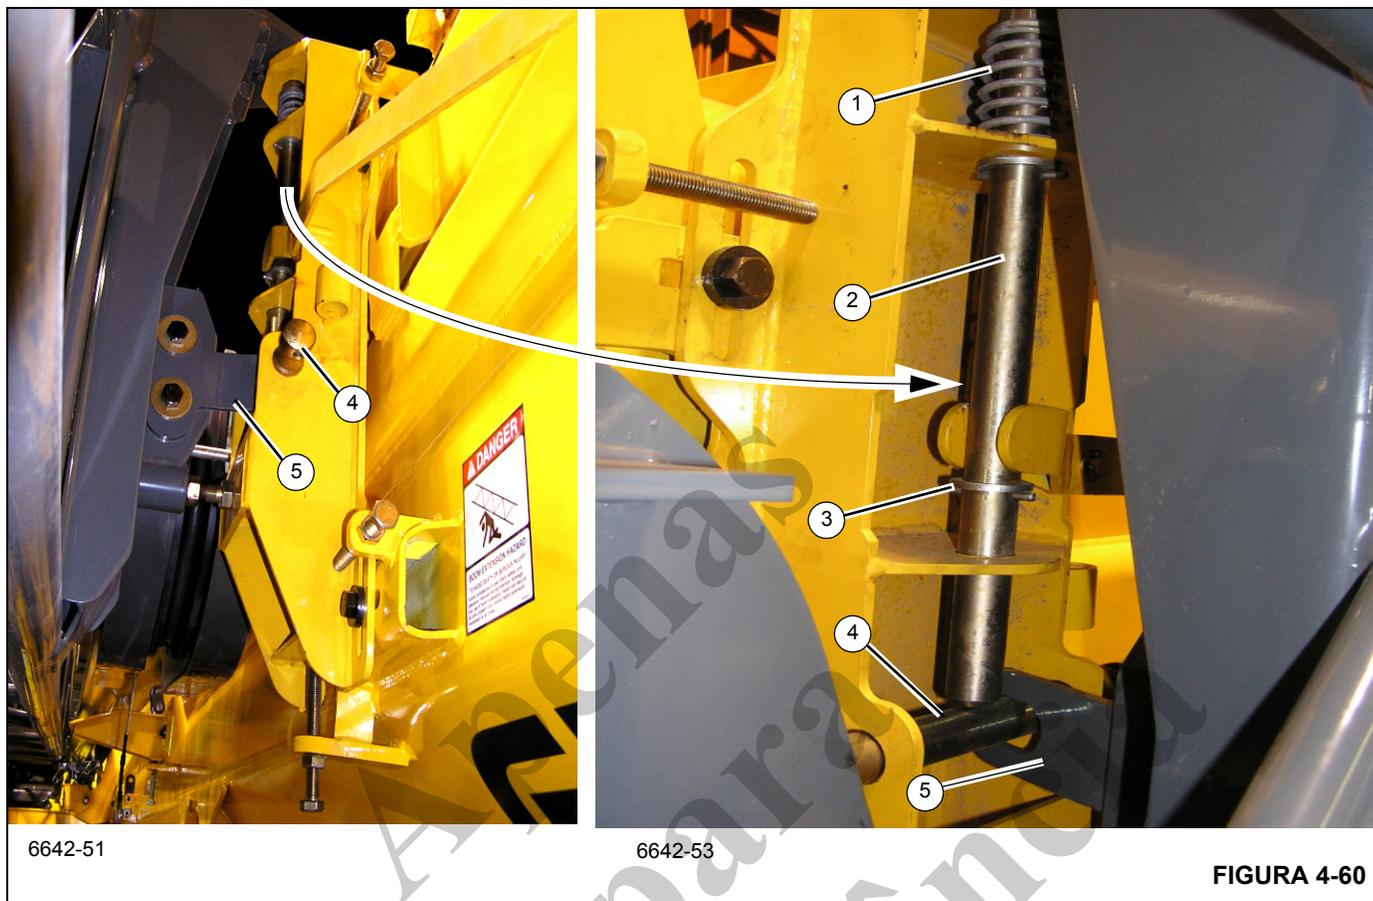

FIGURA 4-60
Se o pino de trava dianteiro com mola (2) (Figura 4-59) e (2) (Figura 4-60) não engatar na extensão da treliça de 33 pés (1) (Figura 4-59), **PARE**. NÃO continue a armazenar as extensões da lança até que o pino de trava dianteiro com mola (2) tenha sido corretamente engatado e o contrapino (4) (Figura 4-60) também tenha sido instalado corretamente.
Entre em contato com a Manitowoc Crane Care para obter os ajustes corretos se não for possível alinhar a extensão da treliça ao pino com mola (2) (Figura 4-59) e (2) (Figura 4-60) ou ao contrapino (4) (Figura 4-60).
Do nível do solo, verifique visualmente se o pino com mola (2) (Figura 4-60) engatou na extensão da treliça de 33 pés (5). Verifique o engate observando se a mola (1) está estendida. A arruela (3) não deve tocar na placa.
14. Instale o contrapino (4) (Figura 4-60) e o grampo de retenção (não mostrado). **NÃO continue a armazenar a extensão se o contrapino (4) não estiver instalado corretamente.** Consulte novamente a advertência de PERIGO indicada antes da Etapa 12 deste procedimento.
Nunca remova os pinos de armazenamento (1, Figura 4-61) dos olhais do lado direito da extremidade da lança até que a extensão da treliça de 33 pés (10,1 m) tenha sido corretamente posicionada na rampa de armazenamento traseira e fixada no suporte de travamento dianteiro (Figura 4-59 e Figura 4-60).